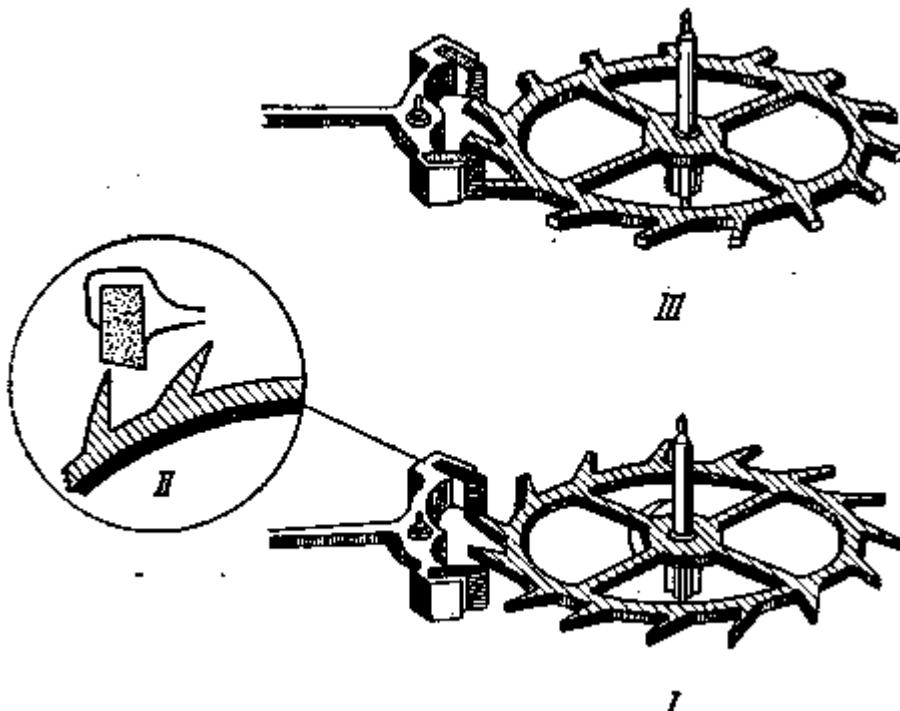

Рис. 19. Английский и швейцарский спуски:
карманных часов существуют два способа передачи импульса (рис. 19): английский спуск (I), у которого зубья ходового колеса заострены и импульс передается за счет скольжения остряя зуба по плоскости импульса палеты; швейцарский спуск (III), у которого зубья ходового колеса имеют широкую импульсную плоскость для того, чтобы уменьшить удельное давление и сделать зуб более прочным. Импульс передается вначале за счет скольжения остряя зуба колеса по импульсной плоскости палеты, а затем — за счет скольжения ребра палеты по импульсной плоскости зуба.